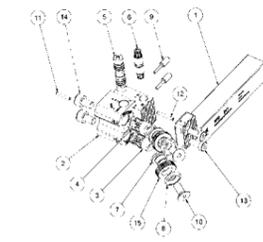
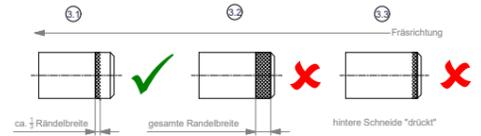
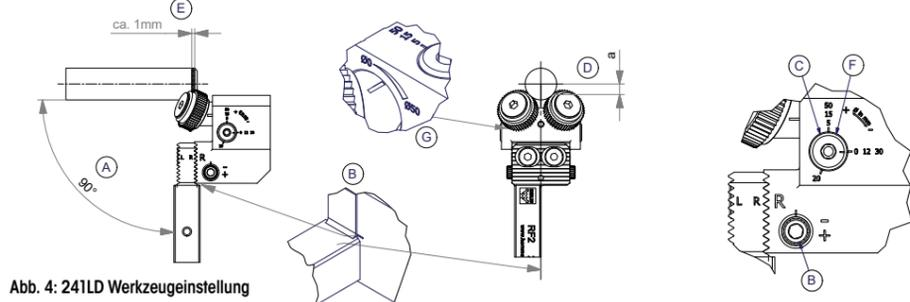
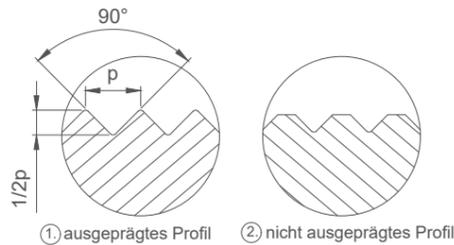

Abb. 1: Explosionsdarstellung Serie 241 Langdreher
Abb. 3: Überprüfung des Rändelabdrucks
Abb. 4: 241LD Werkzeugeinstellung
Abb. 6: Unterschiedliche Profilausprägung
Bitte Werkzeugnummer sowie die entsprechende Positionsnummer angeben (siehe Abb. 1 – 4).
Fase (30° – 45°) am Werkstück mit einer Mindestbreite, welche der halben Teilung des verwendeten Rändelrades entspricht, am Werkstückanfang oder nach einem Einstich anbringen (vgl. Abb. 4 + 5). Der Rundlauf des Werkstücks darf max. 0,03 mm betragen.
Das Werkzeug im Winkel von 90° zum Werkstück einspannen (Abb. 4 + 5, Bezug A).
Im Auslieferungszustand liegt die Spitzenhöhe auf der Schaftoberkante (Abb. 1, Pos. 1; Abb. 2, Pos. 1). Muss diese dennoch nachjustiert werden, die beiden Feststellschrauben (Abb. 1, Pos. 13; Abb. 2, Pos. 14) des Fräskopfes leicht lösen. Danach durch Drehen der Spindel (Abb. 1, Pos. 6; Abb. 2, Pos. 8) die Spitzenhöhe des Rändelkopfes anpassen. Beachte die Markierung für die jeweiligen Schaftabmessungen (Abb. 4+5, Bezug B). Anschließend die Feststellschrauben wieder anziehen.
241 Langdreher (Abb. 4):
- Lösen beider Feststellschrauben (Abb. 1, Pos. 14)
- Durch Drehen der Spindel (Abb. 1, Pos. 5) gegen den Uhrzeigersinn (GUZ), kann der Freiwinkel und somit auch der zu bearbeitende Durchmesser vergrößert werden. Der Skalenwert entspricht dem eingestellten Durchmesser. (Bsp.: 90° Drehung im GUZ = Eingestellter Ø 5 mm; 360° Drehung im GUZ = Eingestellter Ø 12 mm, jeweils ausgehend von Nullstellung) (Abb. 4, Bezug C). Die seitlich angebrachte Skala am Werkzeugkopf dient zur Orientierung des eingestellten Durchmessers (Abb. 4, Bezug G).
Ein grober Richtwert für die Anfahrposition des Werkzeuges in X-Richtung ergibt sich durch folgende Formel. Dieser ist abhängig von dem zu bearbeitenden Werkstückdurchmesser und den verwendeten Rändelrollen (Abb. 4 + 5, Bezug D).
Bei richtiger Anwendung beträgt der Rändelabdruck ca. 1/3 der Breite des Rändelrades (Abb. 3, Bezug 3.1)
Entsteht ein Rändelabdruck wie in Abbildung 3, Bezug 3.2 oder 3.3, so muss der Freiwinkel der beiden Rändelräder mit Hilfe der Einstellspindel (Abb. 1, Pos. 5; Abb. 2, Pos. 7) korrigiert werden. Siehe dazu Kapitel 2, Bezug 3 „Voreinstellung Freiwinkel“. Hinweis: Die Optimierung ist in dem Prozess zu finden!
Die Zustellung der Profiltiefe erfolgt ca. 1mm hinter der Fase des Werkstücks in X-Richtung und entspricht in etwa der halben Teilung p (bei 90° Flankenwinkel), (vgl. Abb. 4 + 5, Bezug E). Nach Erreichen der Endtiefe sollte die Verweilzeit des Werkzeuges 3-10 Umdrehungen des Werkstücks betragen. Anschließend kann in Z-Richtung verfahren werden, bis die gewünschte Rändelbreite erreicht ist. Das Werkzeug bei drehender Spindel aus dem Eingriff fahren. Die richtige Profiltiefe ist erreicht, wenn das Profil vollständig ausgefränt ist (Abb. 6, Bezug 1). Bei nicht vollständig ausgeprägtem Profil (Abb. 6, Bezug 2) erfolgt eine erneute Zustellung. Ein erneutes Zustellen in das Profil ist möglich, da sich die Rändelräder in dem vorhandenen Profil fangen. Richtwerte für Vorschub und Schnittgeschwindigkeit können der Tabelle 6, Kapitel 7 entnommen werden.
Laufbuchse (Abb. 1, Pos. 7; Abb. 2, Pos. 9), Deckscheibe (Abb. 1, Pos. 8; Abb. 2, Pos. 6) und Senkschraube (Abb. 1, Pos. 10; Abb. 2, Pos. 11) nach angemessenen Zyklen wechseln- spätestens bei erheblichem Verschleiß oder abweichenden Prozessparametern. Hinweis: Beim Fräsen kann ein Materialaufwurf von mind. 0,03 mm bis max. 0,1 mm entstehen.